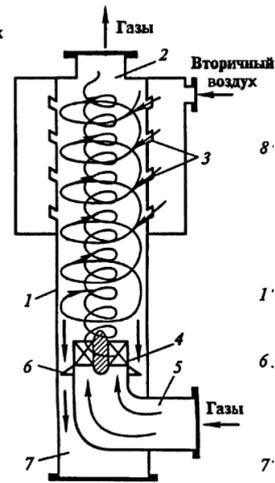

Рисунок 3
20. Укажите тип конструкции вихревых пылеуловителя на рис. 3 (ниже): а – соплового типа; б – лопаточного типа.